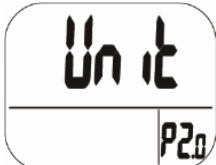

图 10: P2.0 界面的屏幕
- 在 P1.0 界面，按『▲』键，切换至 P2.0 界面(见图 10)。